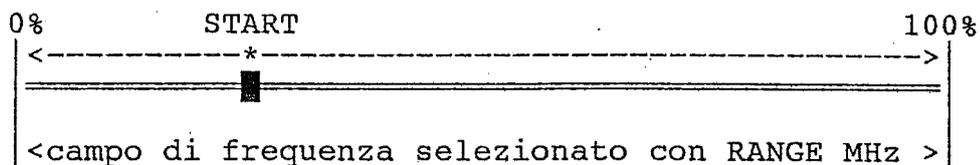

figura 3
Il comando START (12) permette di stabilire il limite inferiore della vobulazione (vedi figura 3).Può essere quindi regolata, la relativa posizione, lungo tutto il campo di frequenza selezionato, da 0 al 100 %.